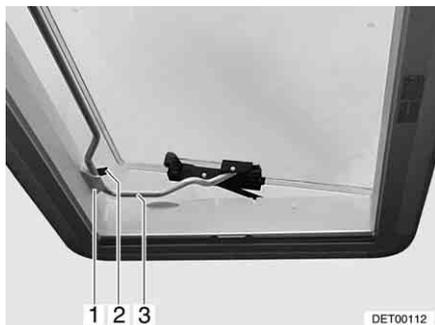

Fig. 72 Claraboya Heki en posición de ventilación 2
- Situar la horquilla (Fig. 72,3) en la sujeción (Fig. 72,1).
- Colocar la palanca (Fig. 72,2) sobre la horquilla.